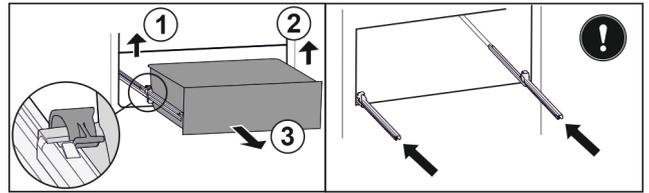

Fig. 81
- ▶ Linke Klemme anheben und gleichzeitig Schubfach links nach vorne ziehen. Fig. 81 (1)
- ▶ Rechte Klemme anheben und gleichzeitig Schubfach rechts nach vorne ziehen. Fig. 81 (2)
- ▶ Schubfach nach vorne entnehmen. Fig. 81 (3)